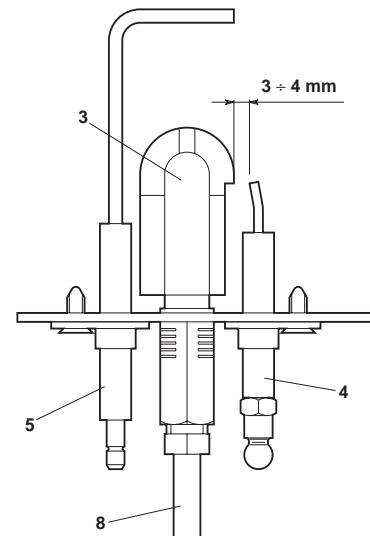

fig. 10
- Electrozi trebuie sa fie fara depunerile de cruste si corect pozitionati. (vezi fig. 10).
Duza arzatorului pilot murdara - Curatati-o cu aer comprimat. Verificati daca presiunea apei in cazon este de circa 1 bar. Controlati daca admisia gazelor la cazon este normala si ca a fost eliminat aerul din conducte. Controlati daca electrozii sunt pozitionati corect si ca nu au depuneri de cruste (vezi fig. 10). Verificati cazonul, daca este legat la o conexiune buna de punere la pamant. Controlati daca exista tensiune la valva de gaze. Controlati legaturile electrozilor de aprindere si de ionizare.
Controlati daca electrozii sunt pozitionati corect si daca nu au depuneri de cruste (vezi fig. 10). Termostat de reglare reglat prea jos. Controlati alimentarea electrica. Controlati legaturile la electrozii de aprindere si de ionizare. Controlati legaturile la blocul electronic de control al flacarii. Verificati sa nu fie inversate legaturile FAZA-NUL. Verificati contactele de punere la masa, daca sunt eficiente. Verificati presiunea gazelor la intrare si eventualele presostate de gaze sa fie deschise. Rearmati termostatul de gaze arse. Asigurati-vă ca termostatul de ambient sa fie inchis.